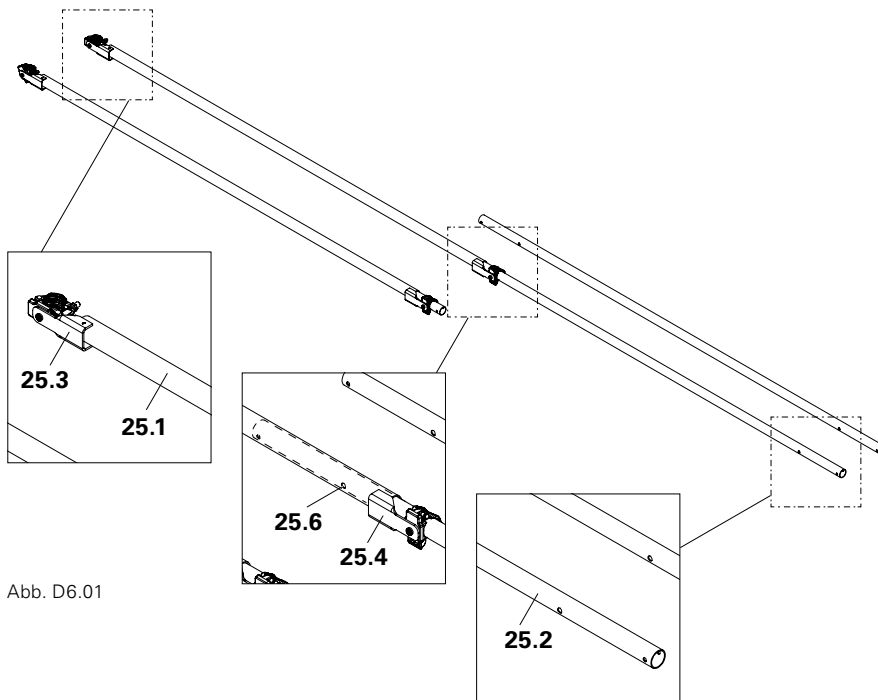

Abb. D6.01
- (Abb. D6.01)
- Maximale Auszugslänge 5,60 m. Die Bohrung (25.6) im Innenrohr darf nicht sichtbar sein und muss immer vollständig vom Außenrohr verdeckt sein. (Abb. D6.01)